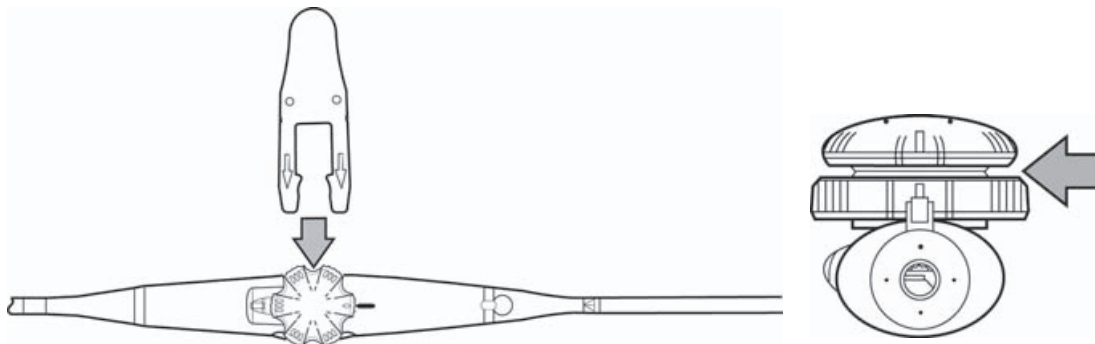

Figura 5 Inserción de la herramienta para la comprobación de perforaciones.
- 1 Introduzca la herramienta para la comprobación de perforaciones bajo el controlador del plano de exploración tal y como se muestra en la **Figura 5**. La herramienta para la comprobación de perforaciones se incluye con el transductor TEE_{xi} y TEE_{xp}.